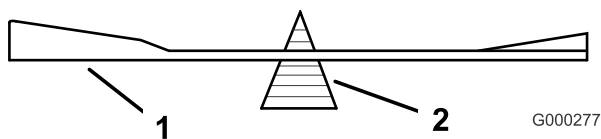
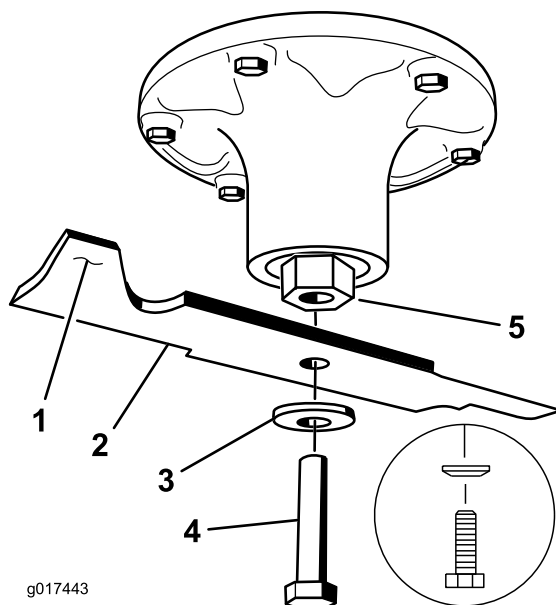

Figura 77
Figura 78
2. Verifique el equilibrio de la cuchilla colocándola sobre un equilibrador de cuchillas (Figura 77). Si la cuchilla se mantiene horizontal, está equilibrada y puede utilizarse. Si la cuchilla no está equilibrada, rebaje algo el metal en la parte de la vela solamente (Figura 78). Repita este procedimiento hasta que la cuchilla esté equilibrada.
2. Instale la cuchilla, la arandela de muelle y el perno de la cuchilla. El cono de la arandela de muelle debe estar orientado hacia la cabeza del perno (Figura 78). Apriete el perno de la cuchilla a 115–149 Nm.